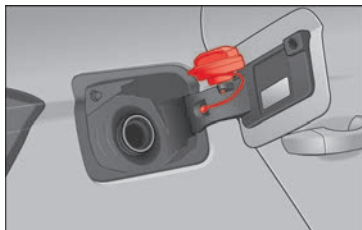

Bild 63 Tanklocket sitter fast på tankluckan.
- Placera det i fästet på den öppna tankluckan » **bild 63**.